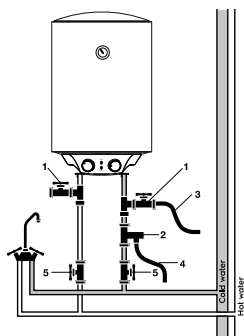

Fig. 5
- La orificiul de eliberare a presiunii al supapei de suprapresiune (poziția 3 din fig. 5) Instalați o țeavă de scurgere și conduceți-o la canalizare în caz de scurgere a apei și de scurgere a suprapresiunii*. Conducta de scurgere conectată la ieșirea de presiune trebuie să fie îndreptată în jos.
Se poate prevedea un racord în T pentru scurgere cu supapă între supapă și manșon (poz. 1, fig. 5).
- Conectați furtunul de scurgere (poziția 3 din fig. 5) la robinetul de închidere.
Este recomandabil să instalați încălzitorul cât mai aproape de locul în care se folosește apa caldă, deoarece cu cât lungimea țevelor este mai mică, cu atât se pierde mai puțină căldură. După cum se arată în Fig. 5. Dacă încălzitorul este instalat lângă un perete, lăsați spațiul liber recomandat pentru întreținere. Nu instalați încălzitorul pe o suprafață orizontală și la același nivel cu podeaua. După selectarea locației de montare, localizați pozițiile pentru cele două șuruburi de fixare cu cârlige (în funcție de specificațiile produsului selectat). Faceți două găuri în perete la adâncimea necesară, corespunzătoare dimensiunii șuruburilor de fixare, introduceți șuruburile, rotiți cârligul în sus, strângeți bine piulițele și apoi montați încălzitorul electric de